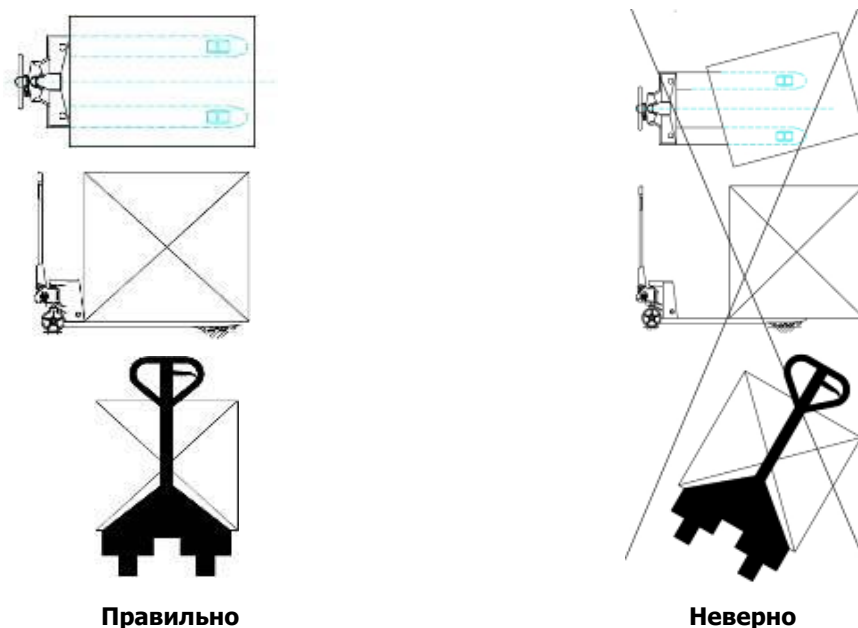

Рисунок 4.
- Перед использованием необходимо проверить колеса (219, 222, 225, 311), комплектность ручки, каркас рычага (204), корпус тележки, педальное управление (327).
- Во время транспортировки персонал должен находиться на расстоянии 600 мм от несущего устройства. Уделяйте внимание центру тяжести во избежание смещения и наклона (см. рисунок 4).